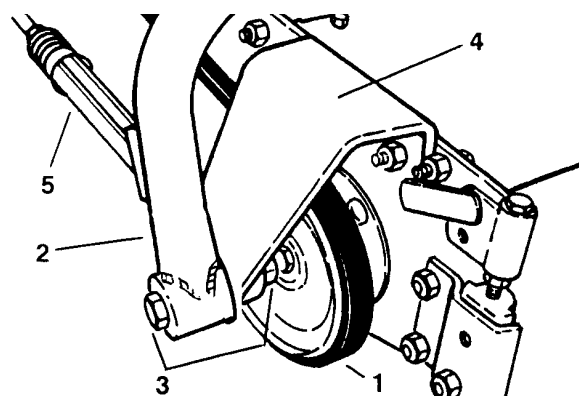

Fig. 46
1. Legg de (3) kileremmene (to løse) rundt mellomakselens skiver og sylinderskivene (fig. 46).
1. Ta mutteren av bolten som holder vognens ramme til strammebraketten (fig. 46) på skiveenden av fremre klippeenheter og i begge ender av bakre klippeenhet.
1. Sett en skive, et avstandsstykke, remstrammerstangen og avstandsstykke på en settskrue (fig. 46) på skiveenden av fremre klippeenheter og i begge ender av bakre klippeenhet.